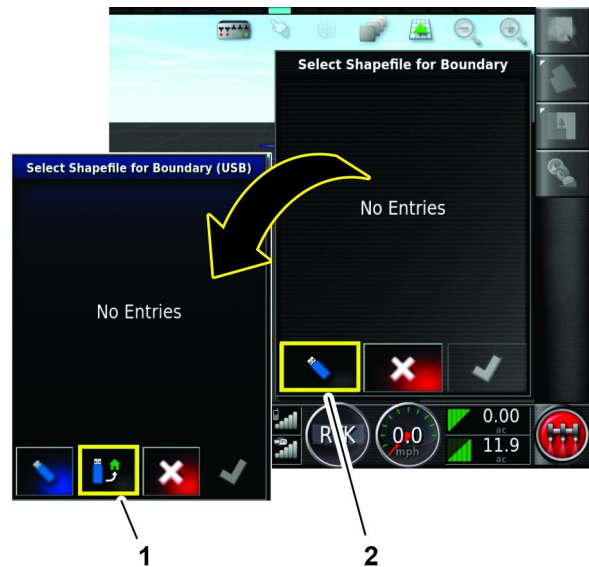

Рисунок 74
5. В выбранном шейп-файле, отображаемом в диалоговом окне границы, нажмите на значок ПЕРЕКЛЮЧЕНИЯ НА USB-НАКОПИТЕЛЬ (Рисунок 74).
6. В выбранном шейп-файле, отображаемом в диалоговом окне границы (USB), нажмите на значок ИМПОРТА С USB-НАКОПИТЕЛЯ (Рисунок 74).